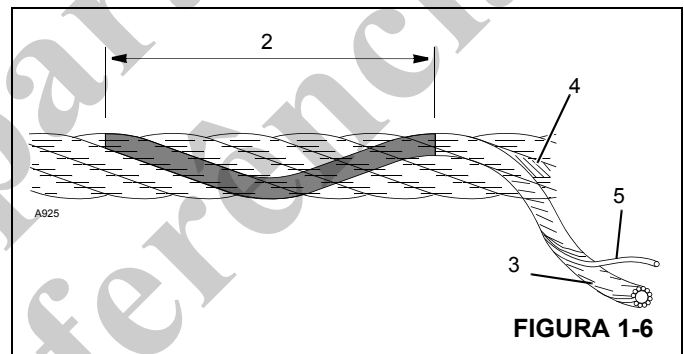

FIGURA 1-6
13. Ao verificar se há fios rompidos (5) (Figura 1-6) relaxe o cabo, remova-o dos "pontos de sustentação" e flexione-o o máximo possível. Use um furador afiado para puxar e separar os fios e os cordões, levantando qualquer fio que aparente estar solto ou que se mova excessivamente. Defeito em um cabo de aço é referido em relação ao "Comprimento do encordoamento" (2), que é a distância medida ao longo do cabo em que um cordão (3) completa uma volta ao redor do núcleo (4).